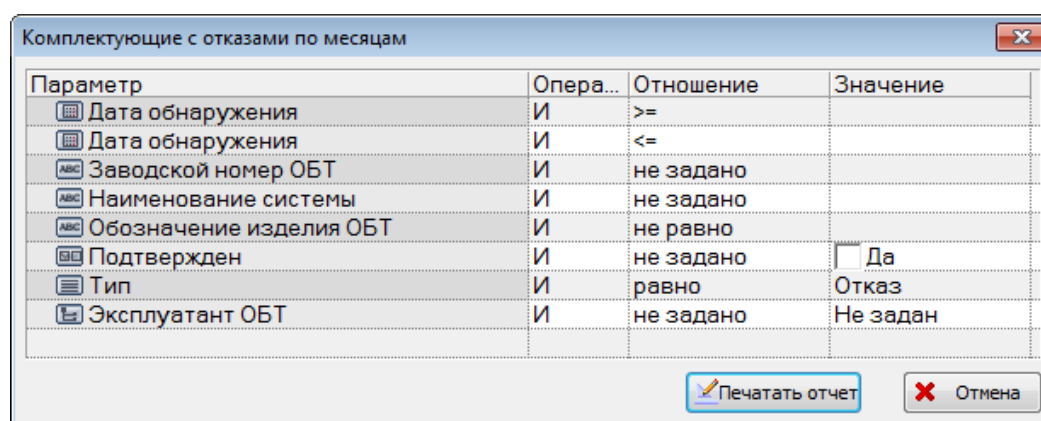

Рис. 26-80 – Окно с параметрами запроса
3) Открывается окно с параметрами запроса для выбранного отчета (рис. 26-80). При необходимости выбрать значения в поле «Отношение» и ввести данные в поле «Значение», которые сохраняются до следующего сеанса работы пользователя с параметрами данного запроса. В случае если в запросе не заданы даты обнаружения неисправностей, формирование отчета выполняется по всем неисправностям, имеющимся в базе данных.